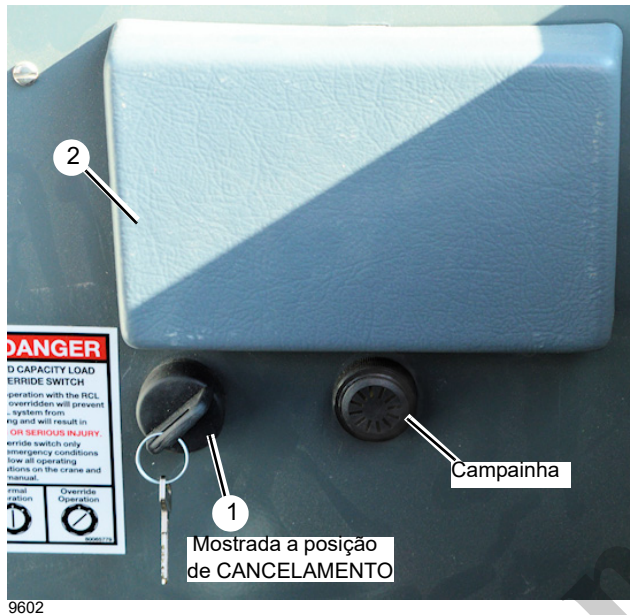

FIGURA 3-7
A chave de contorno do RCL (1, Figura 3-7) localizada atrás do assento da cabine, abaixo do painel de fusíveis e relés (2), é do tipo desliga/liga e cancela os controles sobrecarregados até que a chave seja girada para a posição DESLIGADA.